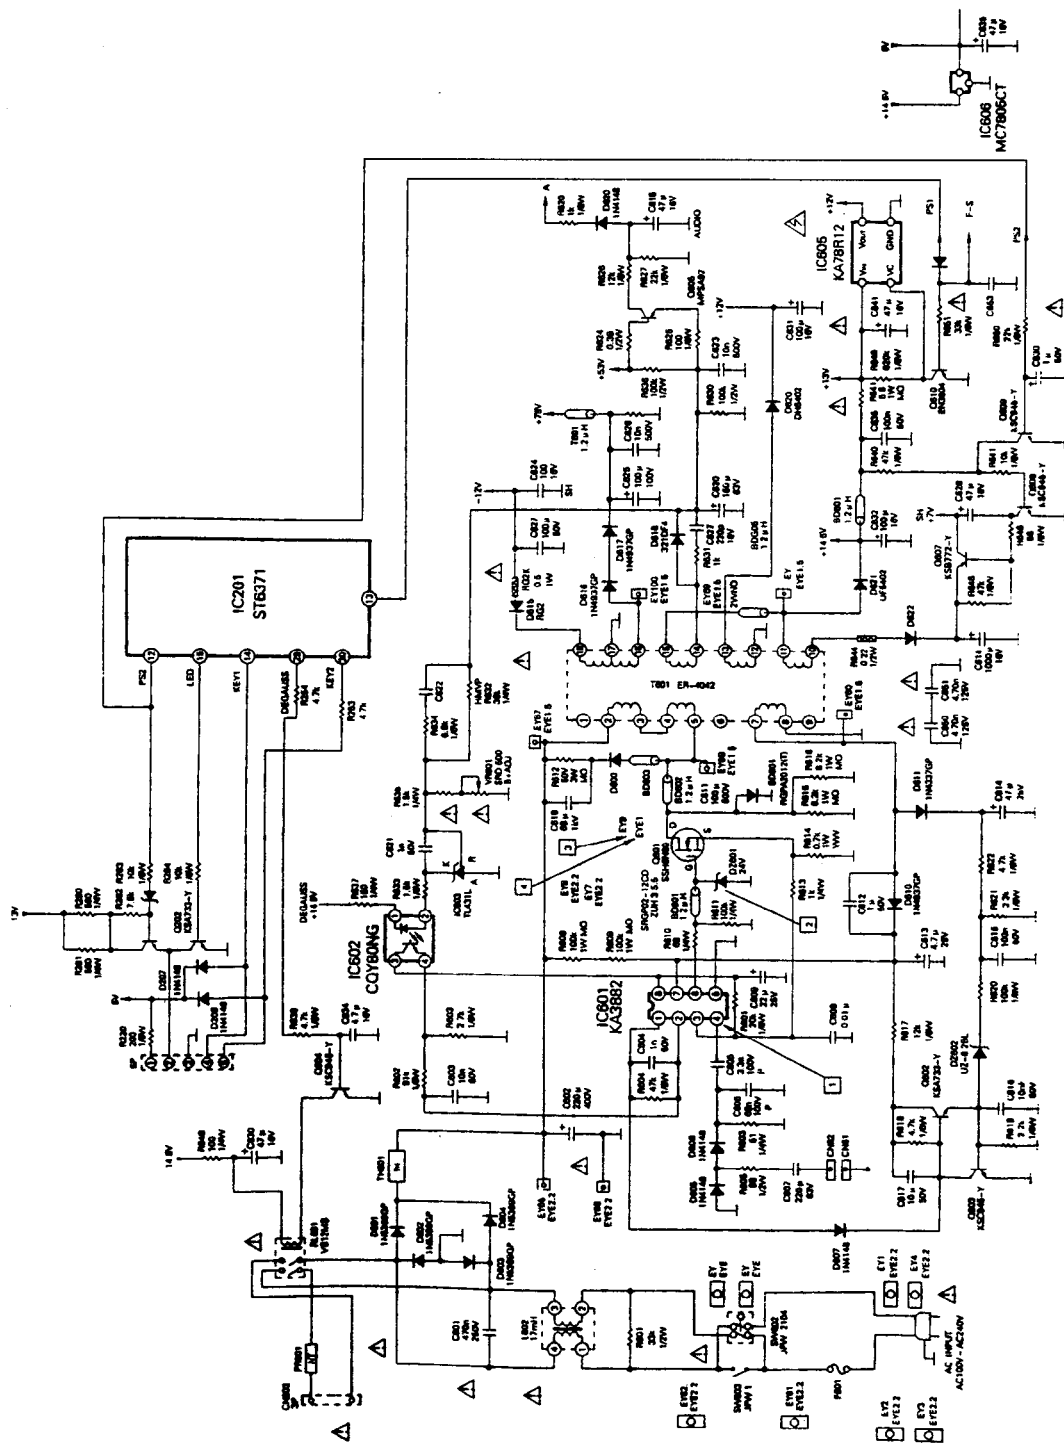

图3 KA3882 在三星 CK-500 多频显中的电源应用电路
(2) KA3882 在三星 CK-500 多频彩显中的电源应用电路（见图 3）